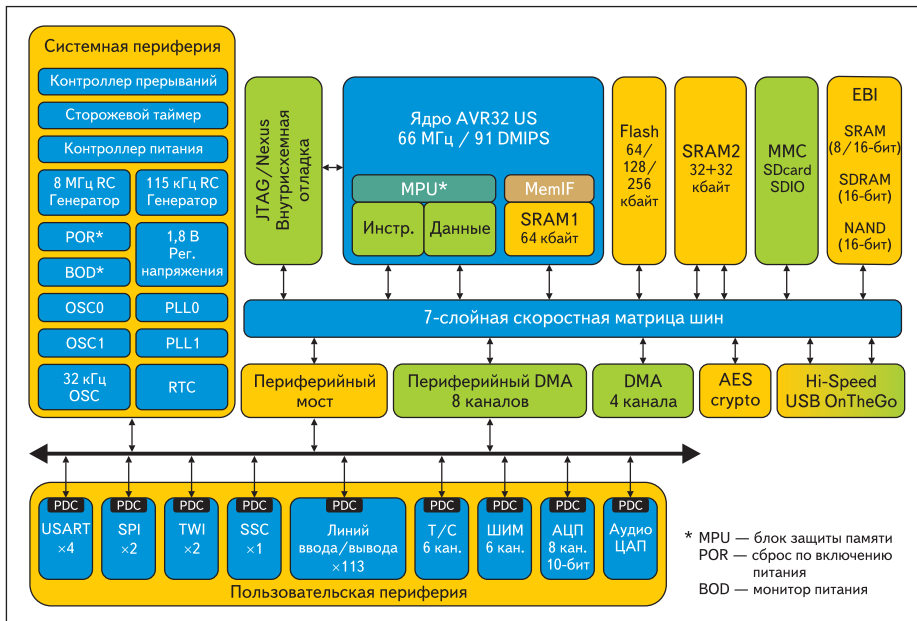

Рис. 2. Структурная схема микроконтроллеров серии AT32UC3A3
Среди выпускаемых сейчас кристаллов AT32UC3 (таблица) максимально насыщена разнообразной периферией линейка AT32UC3A3. На рис. 2 приведены имеющиеся на кристаллах этой серии функциональные блоки. Среди особых отличий можно выделить наличие интерфейсов USB High-Speed (OTG) и CE-IDE, ОЗУ суммарным объемом 128 кбайт, а также поддержку огромного числа различных типов памяти: MultiMediaCard (MMC), Secure-Digital (SD), SDIO V1.1, CE-ATA, FastSD, SmartMedia, Compact Flash, Memory Stick (Standard Format V1.40, PRO Format V1.00, Micro). Микросхемы AT32UC3A3 также имеют аппаратную поддержку NAND Flash памяти с многоуровневыми ячейками (MLC).